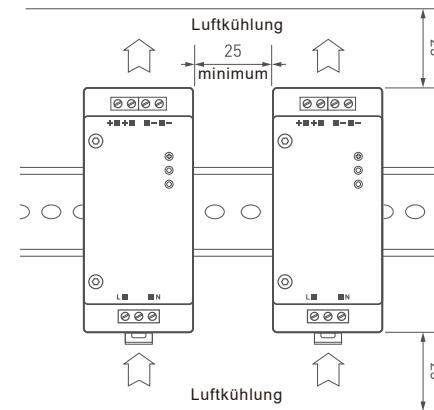

FIG. 2. Empfohlener Standort der Stromquelle und Luftzirkulation
4.2.Um die Betriebstemperatur zu halten, sorgen Sie für mindestens 20 cm Freiraum um das Netzteil herum (siehe Abbildung). Fig2 erforderlich, Zwangsbelüftung verwenden.